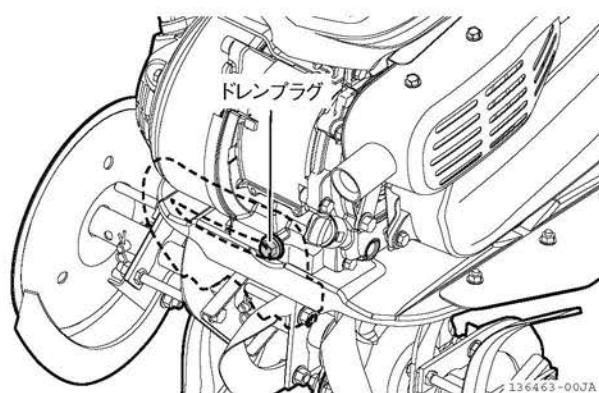

図 4-17 交換のしかた
- ドレンプラグを工具で外します。古いエンジンオイルが流れ出てきます。(図 4-17)